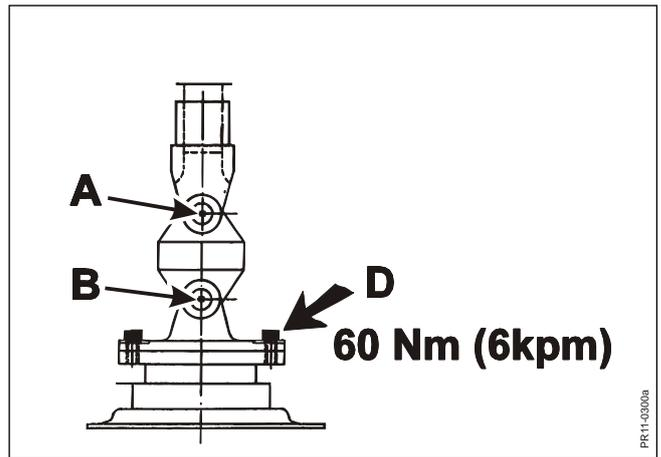

Fig. 5-26
**Fig. 5-26** Die Gelenkwelle des Messerbalkens ist dauergeschmiert. Die Gelenkwelle sollte mit min. Winkelabweichung laufen, d.h. Maßunterschied bei **A** und **B** darf max. 6 mm (+/- 3) sein.